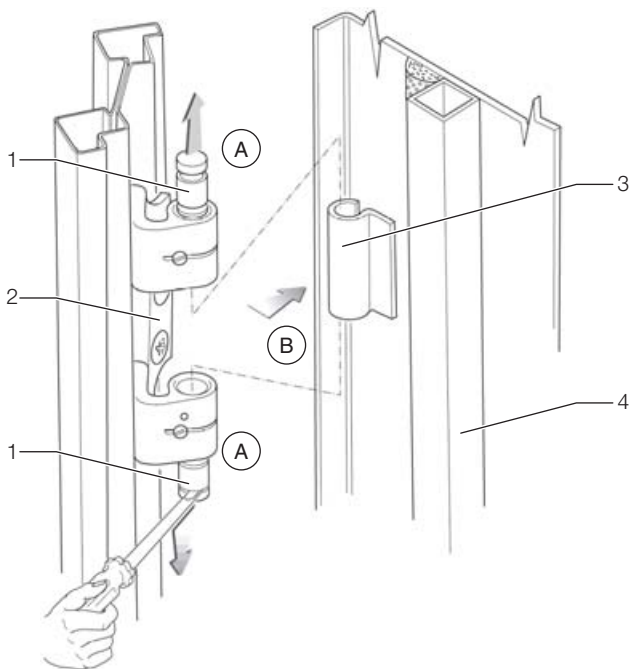

Рис. 18: Демонтаж дверного шарнира
- Разблокируйте четыре дверных шарнира. Для этого приподнимите шарнирные штифты при помощи подходящего инструмента (например, отвертки) и вытяните их до упора из шарнирного крепления (см. рис. 18, раздел А).
- Снимите дверь серверного шкафа (см. рис. 18, шаг В).